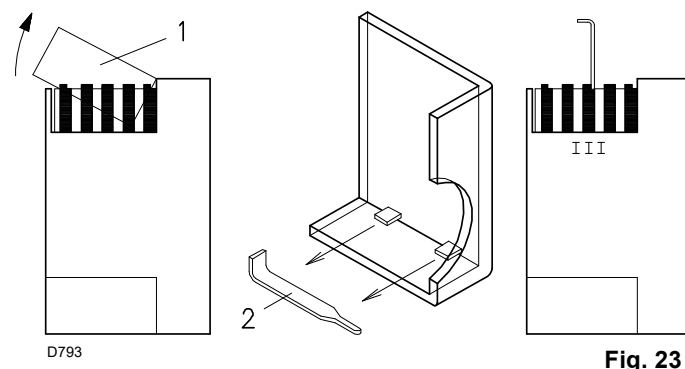
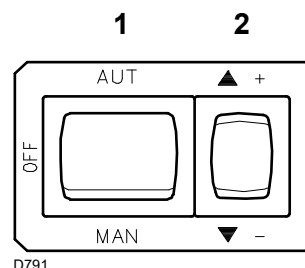

Fig. 23
Fig. 25
Fermer les thermostats / pressostats et mettre l'interrupteur de la Fig. 25 sur "MAN".
La puissance maximum doit être choisie dans la plage de puissance indiquée "Plages de travail" à la page 9. Dans la description ci-dessus le brûleur est allumé et il fonctionne à la puissance minimale. Appuyer donc sur le bouton 2)(Fig. 25) "augmentation de la puissance" et le maintenir pressé jusqu'à ce que le servomoteur ouvre le volet d'air et le papillon à gaz soit à 90°.
La puissance minimum doit être choisie dans la plage de puissance indiquée à "Plages de travail" à la page 9. Appuyer sur le bouton 2)(Fig. 25) "diminution de la puissance" et le maintenir pressé jusqu'à ce que le servomoteur ferme le volet d'air et le papillon à gaz soit à 15° (réglage effectué en usine).
- S'il faut diminuer ce débit, réduire légèrement l'angle de la came III (Fig. 23) par de légers déplacements successifs, c'est-à-dire aller de l'angle 15° à 13° - 11°....
- S'il faut l'augmenter, appuyer légèrement sur le bouton "augmentation de la puissance" 2)(Fig. 25) (c'est-à-dire ouvrir de 10-15° le papillon gaz), augmenter l'angle de la came III (Fig. 23) par de légers déplacements successifs, c'est-à-dire aller de l'angle 15° à 17° - 19°.... Appuyer ensuite sur le bouton "diminution de la puissance" afin de reporter le servomoteur en position d'ouverture minimale et mesurer le débit du gaz.
Le servomoteur ne suit le réglage de la came III que quand on réduit l'angle de la came. S'il faut augmenter l'angle de la came, il faut d'abord augmenter l'angle du servomoteur avec le bouton "augmentation de la puissance", augmenter ensuite l'angle de la came III et enfin reporter le servomoteur en position de puissance MIN avec le bouton "diminution de puissance". Pour le réglage éventuel de la came III, enlever le couvercle 1)(Fig. 23), installé à pression, comme indiqué sur la Fig. 23, extraire la clavette 2)(Fig. 23) située à l'intérieur et l'introduire dans la fente de la came III.
Appuyer légèrement sur le bouton 2)(Fig. 25) " augmentation de la puissance " de manière qu'une nouvelle vis 5)(Fig. 23) apparaisse à l'intérieur de l'ouverture 6)(Fig. 23), la régler jusqu'à obtenir une combustion optimale. Procéder de la même façon avec les vis successives. Contrôler que la variation du profil de la came soit progressive. Éteindre le brûleur en actionnant l'interrupteur 1)(Fig. 25), position " OFF ", détacher la came à profil variable en mettant la fente 2)(Fig. 25) du servomoteur en position verticale et vérifier plusieurs fois, en tournant manuellement la came vers l'avant et vers l'arrière, que le mouvement est souple et sans obstructions. Si possible, faire en sorte de ne pas déplacer les vis aux extrémités de la came, réglées précédemment pour l'ouverture du volet à la puissance MAX. et MIN.